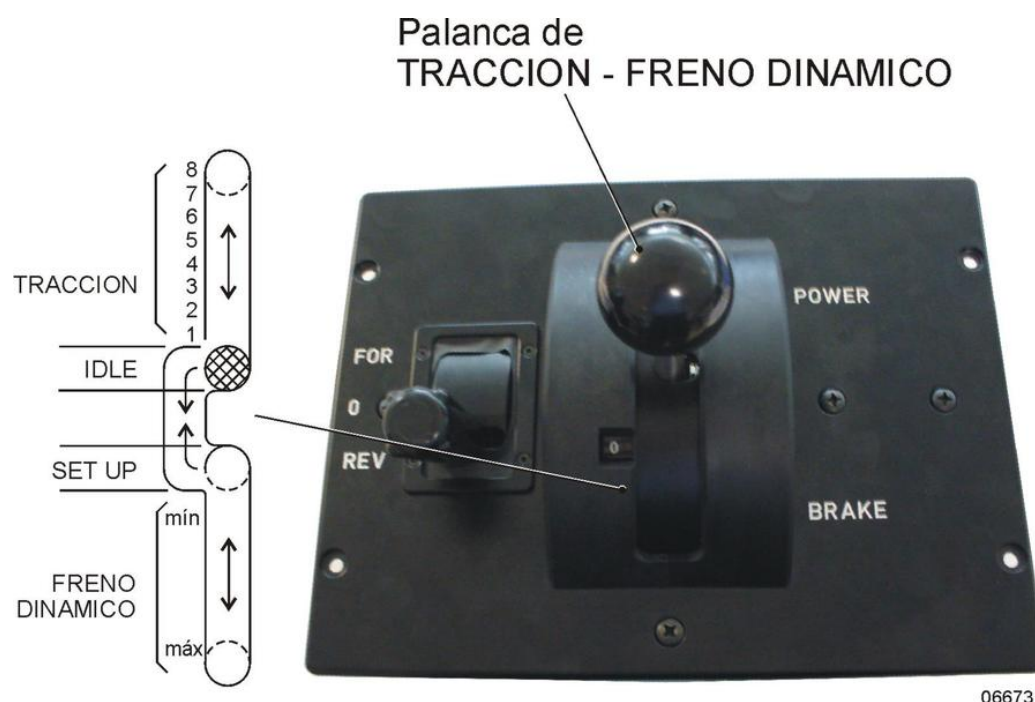

Figura 9-22. Palanca de TRACCIÓN-FRENO DINAMICO
b) Palanca de TRACCIÓN-FRENO DINÁMICO, figura 9-22